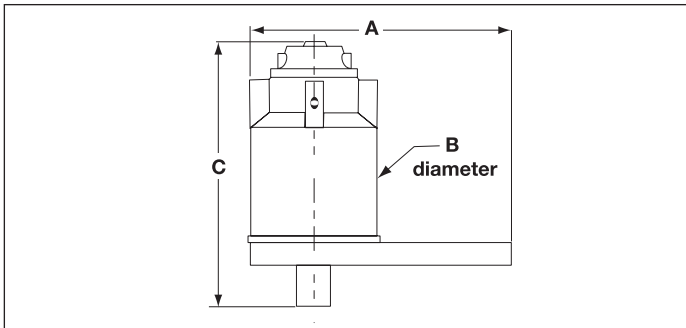

**Fig. 1 – De afsteunplaat vervangen**
Een vierkantaandrijving met breekpen (fig. 1, item 4) beschermt de inwendige onderdelen, voor het geval het maximale uitgaande moment wordt overschreden. Deze overbelasting-beschermingsfunctie veroorzaakt een breuk in de breekpen wanneer het uitgaande moment met 103 tot 110% wordt overschreden. Bij de krachtvermeerders (E391, E392, E393, E492, E493, E494, E495) wordt één vervangingsaandrijving bijgeleverd. (Extra vervangingsonderdelen moeten bij uw Enerpac-distributeur worden besteld.)
3. Gebruik de juiste maat (zeskant)dop met binnenvierkant op de uitwendige vierkantaandrijving van de krachtvermeerderaar. (fig. 1, item 4). Plaats de dop met krachtvermeerderaar op de bout of moer die moet worden vast-, of losgedraaid.